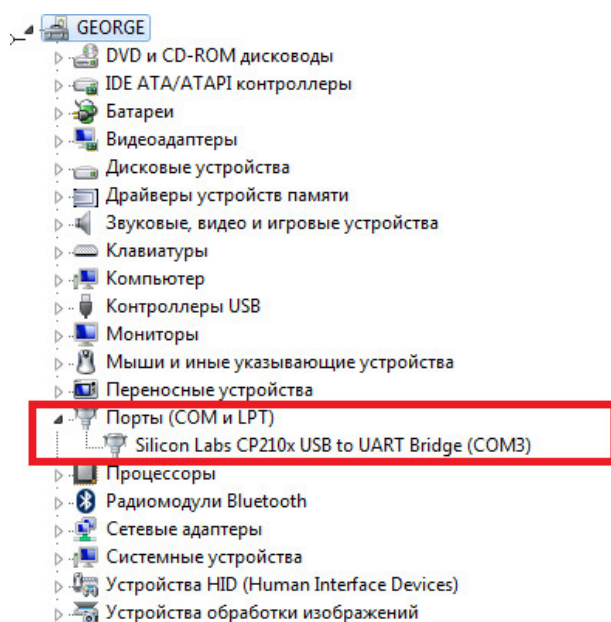

Рис.11 Диспетчер устройств компьютера
- открыть диспетчер устройств компьютера (Рис.11)